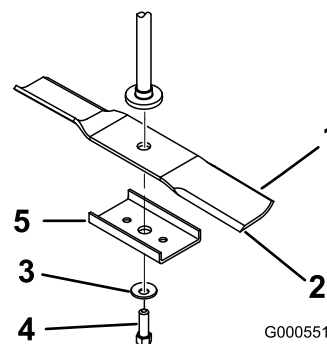

Figura 48
arandela curva, el refuerzo de la cuchilla y la cuchilla (Figura 48).
1. Instale la cuchilla en el eje (Figura 48).
2. Instale el refuerzo de la cuchilla, la arandela curva (con la copa hacia la cuchilla) y el perno de la cuchilla (Figura 48).